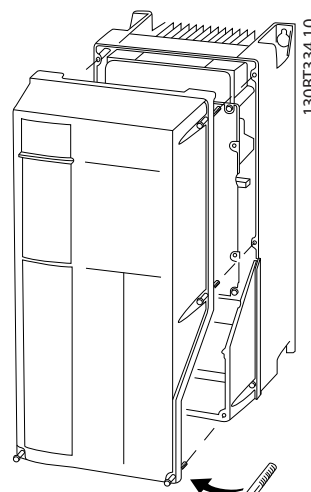

Bild 2.14 Åtkomst till styrkablar för A4-, A5-, B1-, B2-, C1- och C2-kapslingar
- Eller ta bort frontplåten genom att lossa fästskruvarna. Se Bild 2.14.